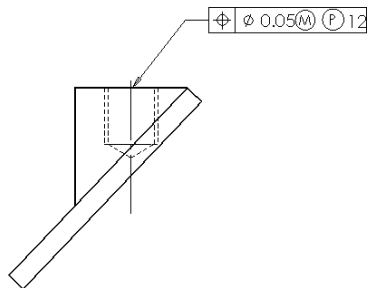

图 7-133 “投影公差”符号的使用
- “投影公差”按钮 Ⓟ ：除指定位置公差外，还可以指定投影公差以使公差更加明确。如图 7-133 所示，可使用投影公差控制嵌入零件的垂直公差带（单击按钮 Ⓟ 后，可在右侧“高度”文本框中输入最小的投影公差带）。